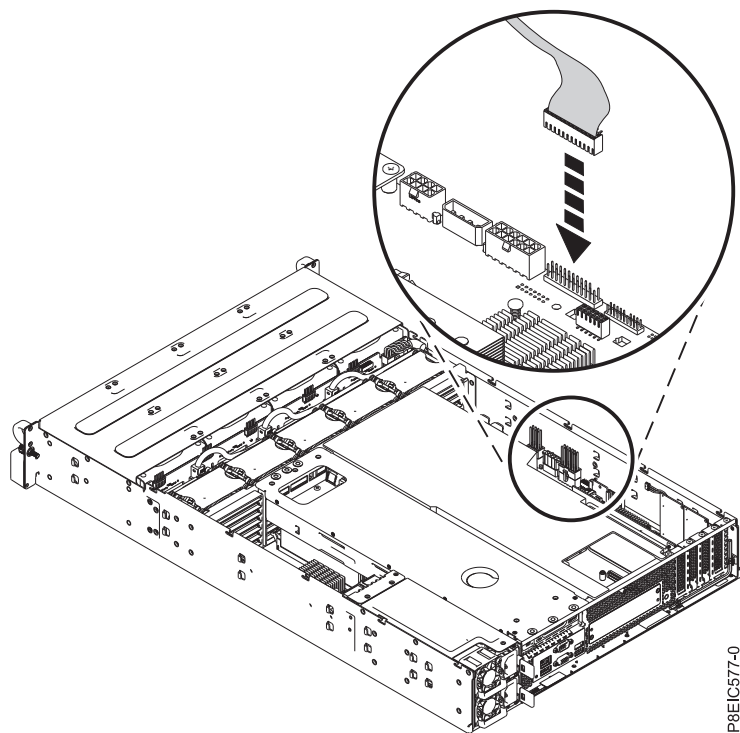

図 85. 前面パネル制御ケーブルの接続
18. システム・バックプレーンの前面パネル制御ケーブルを再取り付けします (79 ページの図 85 を参照)。